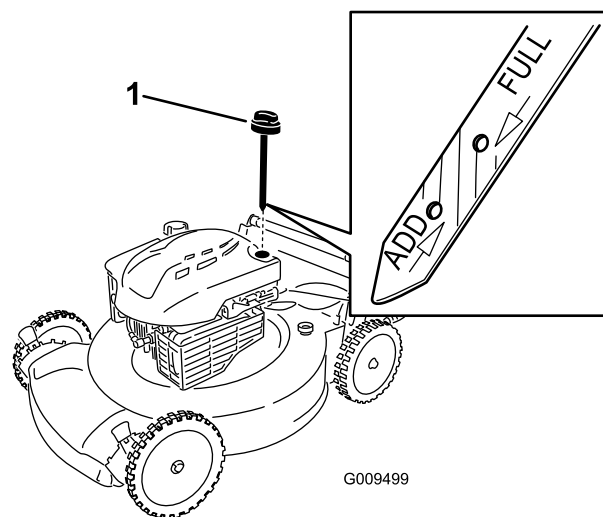

Figure 27
3. Retirez la jauge (Figure 27).
10. Observez le niveau d'huile indiqué par la jauge (Figure 27).